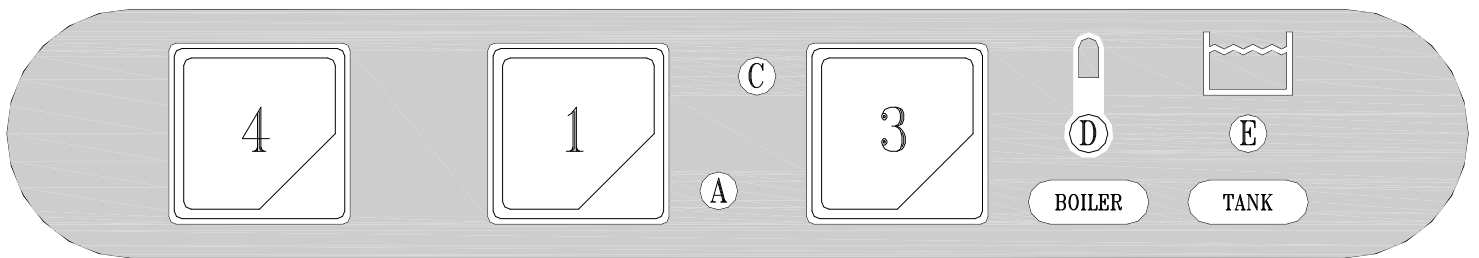

Fig. 3-2
- A riempimento avvenuto, aprire la porta (I) e introdurre il detersivo (ca. 2 gr. per litro di capacità della vasca). Inserire il cesto (L) carico e chiudere la porta (I). Selezionare il ciclo di lavaggio inserendo il pulsante (4): ciclo breve (tasto premuto) – ciclo lungo (tasto rilasciato). A questo punto premere il pulsante START (3) (almeno per 2 secondi) e avrà inizio il ciclo di lavoro visualizzato dalla lampada spia (C): la fine del ciclo coincide con lo spegnimento di questa spia. Per spegnere la macchina si dovrà disinserire l'interruttore (1) portandolo nella posizione (0) spia (A) spenta. (fig.3-2+3-3).
- When the water intake cycle is complete, open the door (I) and add detergent (about 2 g. per litre of tank capacity). Position the full basket (L) and close the door (I). Select the appropriate washing cycle by pressing button (4): short cycle (button pressed) – long cycle (button not pressed). Now press the START button (3) (at least for 2 seconds) and the wash cycle displayed by light (C) will start. When the cycle is over, this light goes out. To turn off the appliance, turn the switch (1) to 0. Light (A) indicates the appliance is off (fig.3-2+3-3).
- Nach erfolgter Füllung die Tür (I) öffnen und das Spülmittel einfüllen (ca. 2g/l Fassungsvermögen des Spülbehälters) Den gefüllten Geschirrkorb (L) einsetzen und die Tür (I) schließen. Das Programm durch Drücken des Druckknopfes (4) wählen kurzer Spülgang (Taste gedrückt) – langer Spülgang (Taste losgelassen). Nun die START-Taste (3) mindestens 2 Sekunden lang drücken, und das Spülprogramm beginnt, die Kontrolllampe (C) leuchtet auf und am Programmende erlischt die Kontrolllampe. Um das Gerät auszuschalten, muß der Schalter (1) auf die Position 0 gestellt werden, die Kontrolllampe (A) erlöscht (fig.3-2+3-3).
- Lorsque le remplissage est terminé, ouvrir la porte (I) et verser le déterfif (environ 2 g pour chaque litre remplissant la cuve). Introduire le panier (L) plein et fermer la porte (I). Sélectionner ensuite le cycle de lavage en actionnant le bouton-poussoir (4) cycle court (touche enfoncée) – cycle long (touche relâchée). A ce stade, presser le bouton-poussoir START (3) (au moins 2 secondes) et le cycle de fonctionnement commencera, visualisé par la lampe-témoin (C). La fin du cycle coïncide avec l'extinction de ce voyant. Pour arrêter la machine, il faudra débrancher l'interrupteur (1) en le ramenant sur la position 0: lampe-témoin (A) (fig.3-2+3-3).
- Después del llenado, abra la puerta (I) y vierta el detergente (2 gramos aproximadamente por litro de capacidad de la cuba). Introduzca el cesto (L) carga y cierre la puerta (I). Seleccione el ciclo de lavado por medio del selector (4) ciclo breve (tecla pulsada) – ciclo largo (tecla soltada). Pulse ahora START (3) (al menos durante 2 segundos) para arrancar el ciclo de trabajo: se enciende la luz testigo (C), que se apagará al final del ciclo. Para apagar la máquina desconecte el interruptor (1): posición 0, luz testigo (A) apagada (fig.3-2÷3-3).